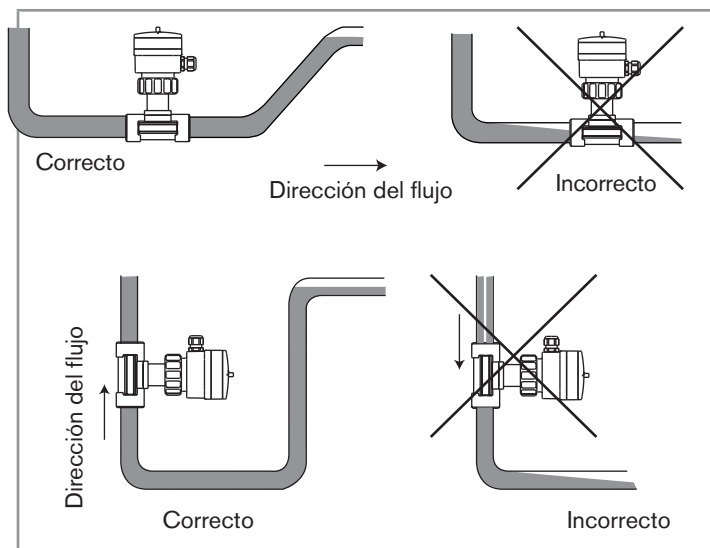

Imagen 7: Llenado de la tubería
- Asegúrese de que la tubería siempre esté llena del producto (Imagen 7).